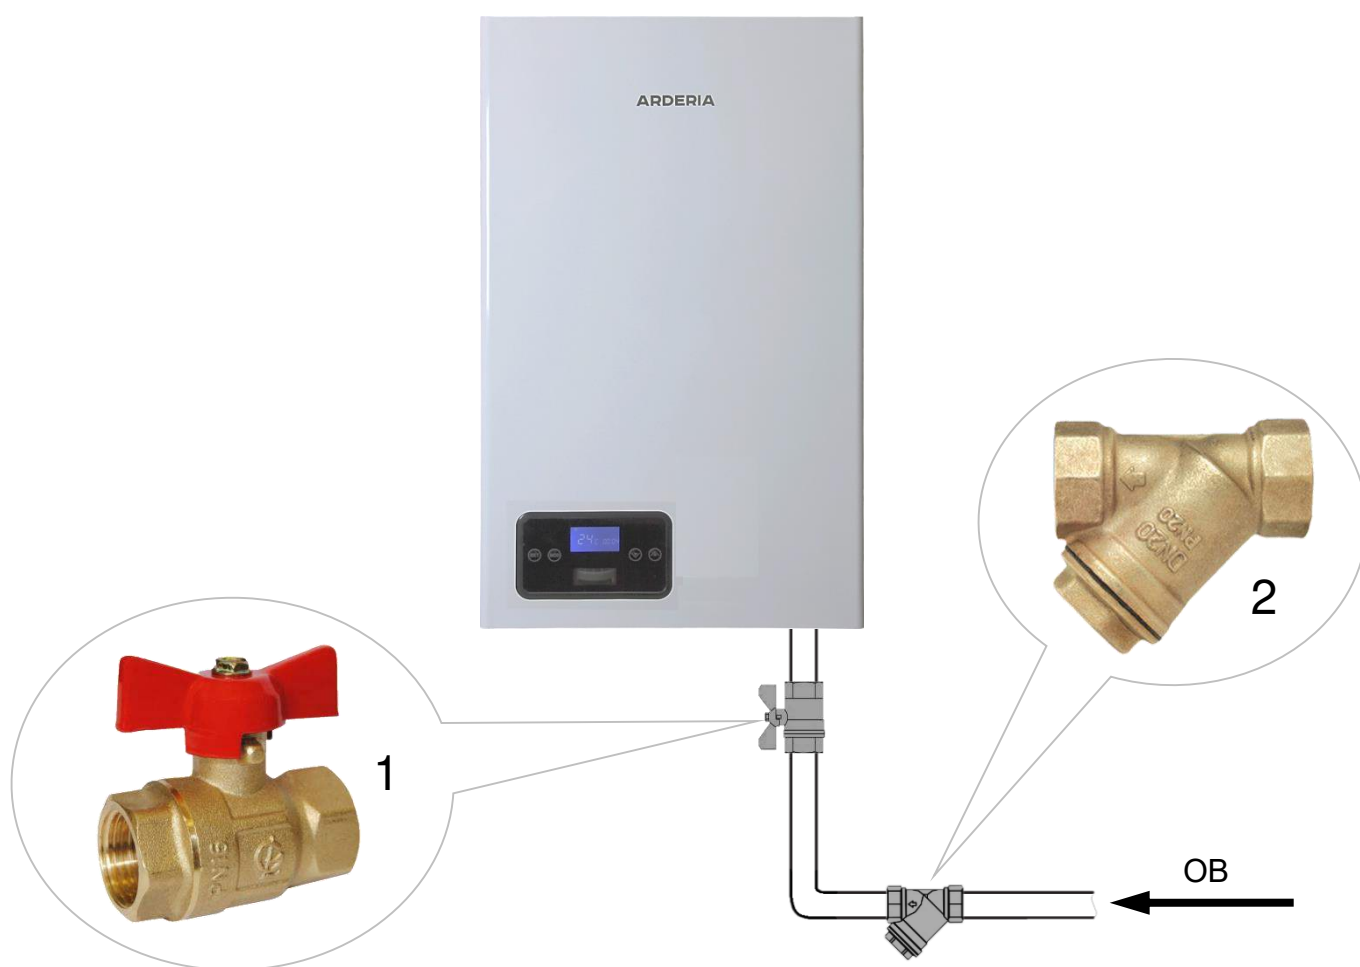

*Рис. 18 Монтаж труб системы отопления
- Для осуществления ТО электрокотла, **рекомендуется** перед присоединительными патрубками котла установить запорные краны, которые **должны** быть расположены так, чтобы их поворотные ручки были доступны (см. рис. 18).
- **Настоятельно рекомендуется** на обратном трубопроводе СО, на входе ОВ в электродкотёл установить косой сетчатый фильтр для очистки ОВ от нежелательных примесей и отложений (см. рис. 18). Рекомендуется устанавливать фильтр с сеткой (фильтрующим элементом), у которой размеры ячеек 300-500 микрон.